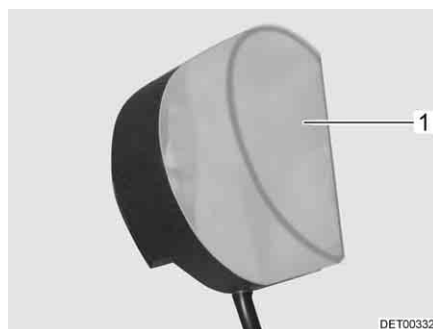

Fig. 246 Lámpara del armario ropero
- Comprimir ligeramente la cubierta de la luz (Fig. 246,1) y retirarla.